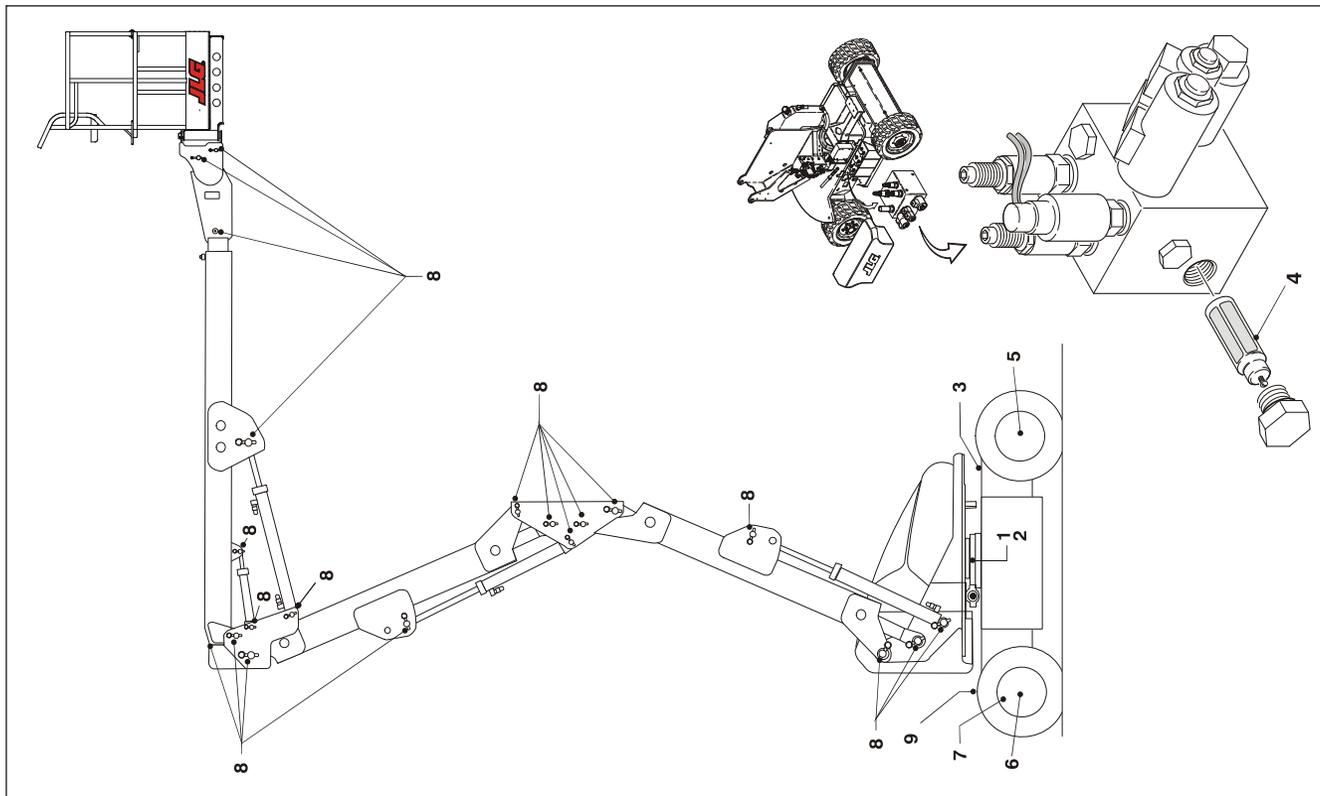

Figure 6-2. Schéma de lubrification et de maintenance pour l'opérateur
**NOTE :** Se reporter à la Figure 6-2., Schéma de lubrification et de maintenance pour l'opérateur pour connaître les procédures de lubrification.
**NOTE :** Les numéros suivants correspondent à ceux de la Figure 6-2., Schéma de lubrification et de maintenance pour l'opérateur.